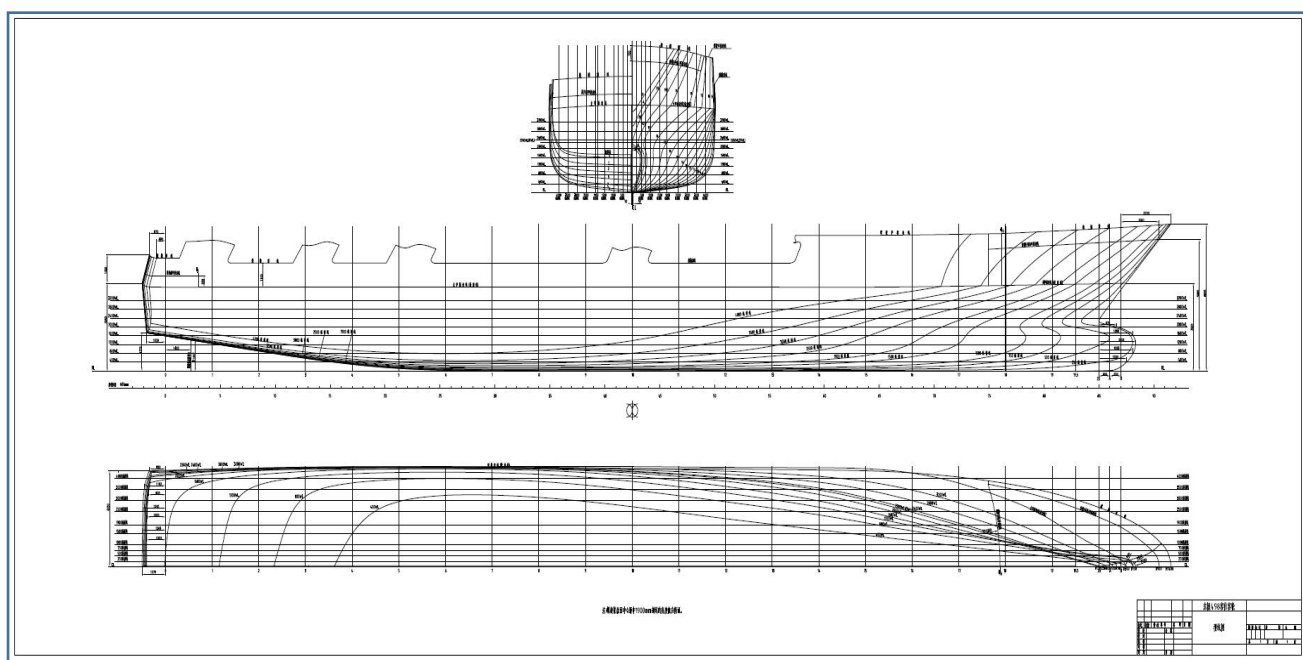

图 H1-1 型线图
(1) 根据 H1-1 图纸绘制肋骨基线与中心线, 给出基线中心线符号;
(2) 根据图 H1-1 图纸绘制水线、纵剖线网格, 给出网格线说明文字;
- (3) 使用样条确认 FR4 肋位各水线半宽值、纵剖线高度值；
- (4) 使用样条绘制肋骨型线；
- (5) 标注肋骨线肋位号；
- (6) 依据 H1-2 基本结构图 (1) (2)、H1-3 典型横剖面图、H1-4 典型横剖面图绘制 FR4 肋位横剖面结构；
- (7) 要求标注结构尺寸；
- (8) 要求标注结构间距；
- (9) 要求表达结构方向、投影关系。
- (1) 根据 H1-1 图纸绘制肋骨基线与中心线，给出基线中心线符号；
- (2) 根据图 H1-1 图纸绘制水线、纵剖线网格，给出网格线说明文字；
- (3) 使用样条确认 FR5 肋位各水线半宽值、纵剖线高度值；
- (10) (6) 依据 H1-2 基本结构图 (1) (2)、H1-3 典型横剖面图、H1-4 典型横剖面图绘制 FR5 肋位横剖面结构；
- (3) 使用样条确认 FR6 肋位各水线半宽值、纵剖线高度值；
- (11) (6) 依据 H1-2 基本结构图 (1) (2)、H1-3 典型横剖面图、H1-4 典型横剖面图绘制 FR6 肋位横剖面结构；
- (3) 使用样条确认 FR13 肋位各水线半宽值、纵剖线高度值；
- (12) (6) 依据 H1-2 基本结构图 (1) (2)、H1-3 典型横剖面图、H1-4 典型横剖面图绘制 FR13 肋位横剖面结构；
- (3) 使用样条确认 FR14 肋位各水线半宽值、纵剖线高度值；
- (6) 依据 H1-2 基本结构图（1）（2）、H1-3 典型横剖面图、H1-4 典型横剖面图绘制 FR14 肋位横剖面结构；